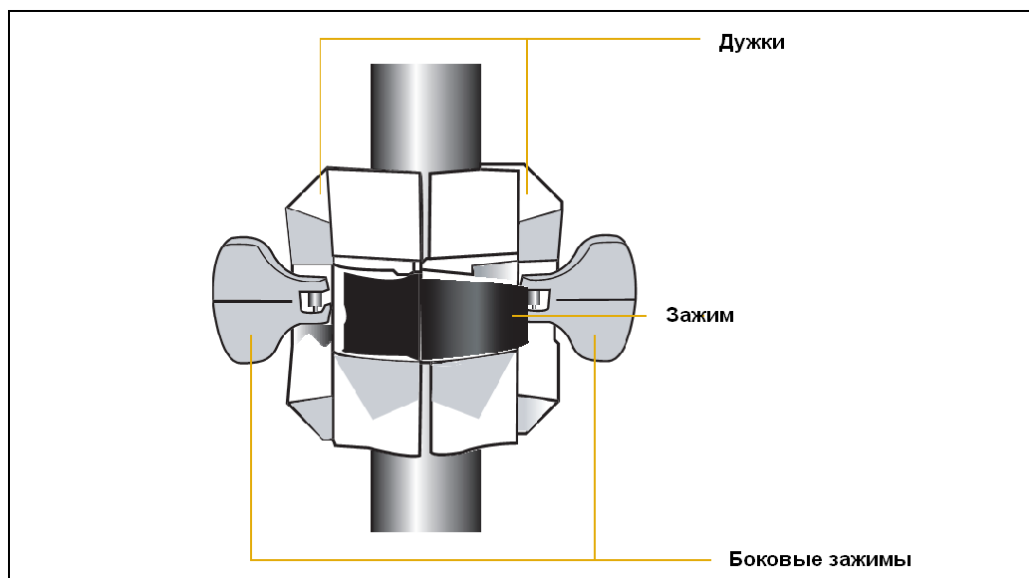

Рис. 3.8 Кронштейн
- в. Удерживая приёмник в кронштейне, вернуть боковые зажимы кронштейна в исходное положение, см. рис. 3.8.